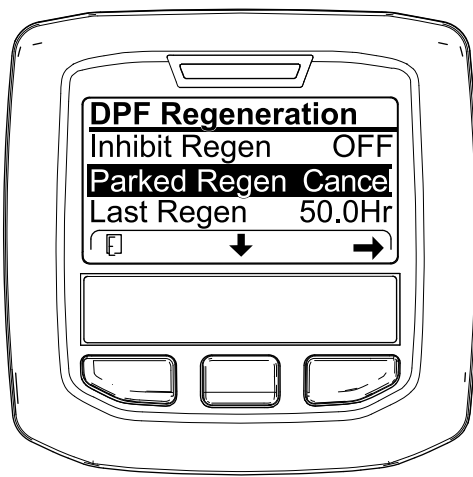
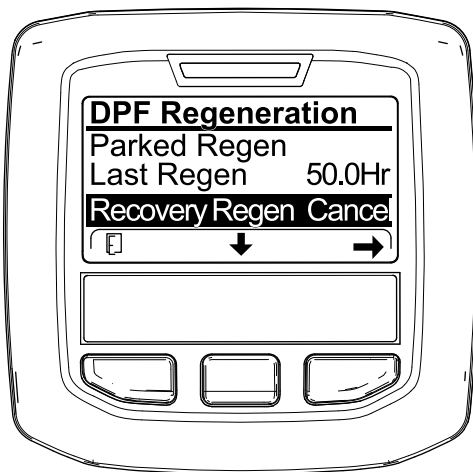

Figura 71
Figura 72
- Acceda al menú DPF Regeneration (Regeneración de DPF) (Figura 71).
2. Pulse el botón central para desplazarse hacia abajo, hasta la opción PARKED REGEN CANCEL (Cancelación de regeneración con máquina aparcada) (Figura 71) o la opción RECOVERY REGEN CANCEL (Cancelación de regeneración de recuperación) (Figura 72).
3. Pulse el botón derecho para seleccionar la opción Regen Cancel (Cancelación de regeneración) (Figura 71 o Figura 72).